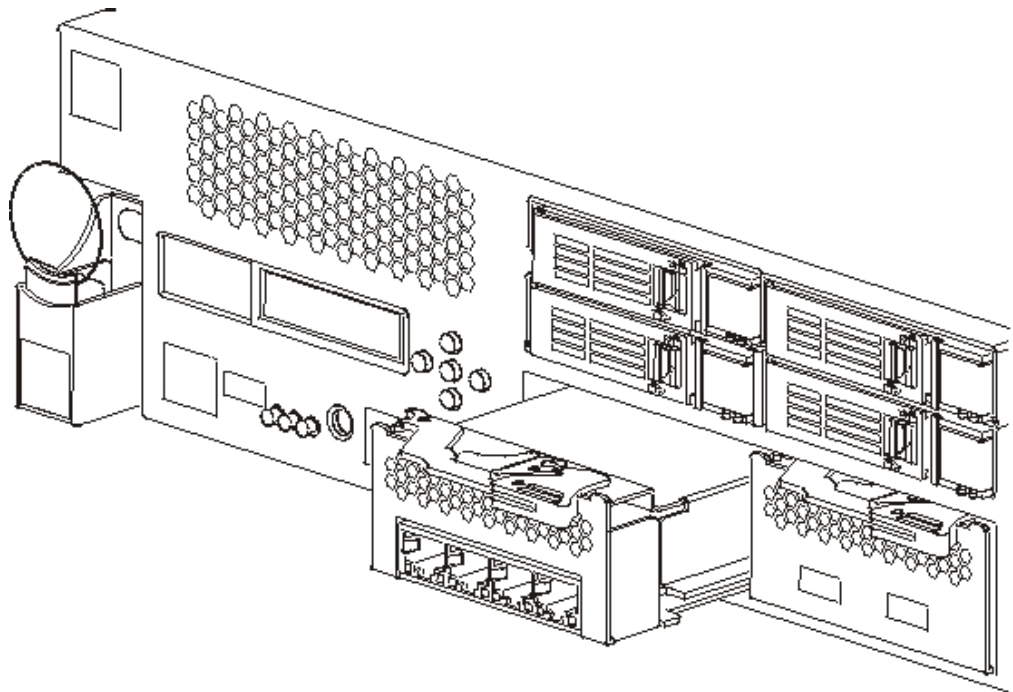

図 18. イーサネット・モジュールの取り外し
- 図 18 に示すように、レバーを手前に引き、イーサネット・モジュールを引き出します。